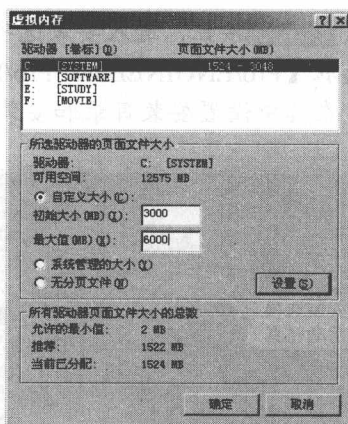

图 1-6 【虚拟内存】对话框
(3) 在【虚拟内存】选项组内单击 **更改(C)** 按钮，弹出【虚拟内存】对话框，如图 1-6 所示。
(4) 在【驱动器卷标】列表栏中选择 Pro/E 的安装驱动器。
(5) 设置【所选驱动器的页面文件大小】选项组。一般情况下，虚拟内存设置为物理内存的 2 倍即可。假设系统物理内存为 1GB，设置【初始大小】为 2GB，【最大值】为 4GB，单击 **设置(S)** 按钮。
(6) 单击【虚拟内存】对话框中的 **确定** 按钮，回到【性能选项】对话框。